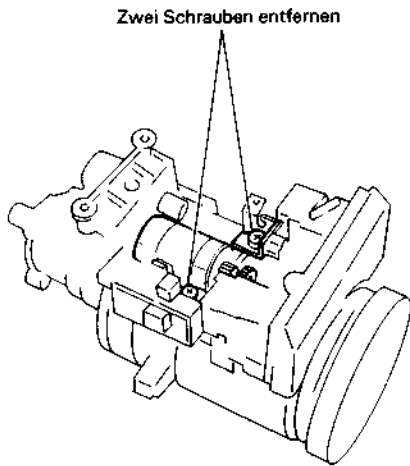

Abb. 2.116 Ausbau des Autofocus-Motors
Ausbau des Autofocus-Motors (Abb. 2.116, 2.117)
3. Die zwei (2) Schrauben entfernen (siehe Abb. 2.116).